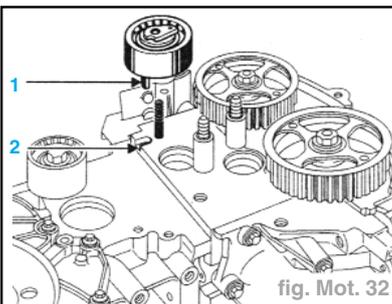

fig. Mot. 32
- Veiller à ce que l'ergot (1) du galet tendeur soit correctement positionné dans la rainure (2) (fig. Mot. 32).
- Veiller à ce que l'ergot du galet tendeur soit correctement positionné dans la rainure (fig. Mot. 32).